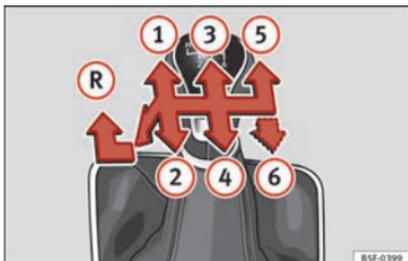

Abb. 54 Schaltschema bei einem 5-Gang bzw. 6-Gang Schaltgetriebe
Auf dem Schalthebel sind die Positionen der einzelnen Fahrgänge dargestellt » Abb. 54.
- Schalthebel auf Leerlauf stellen und nach unten drücken, ganz nach links und dann nach vorne schieben um den Rückwärtsgang » Abb. 54 (R) einzulegen.